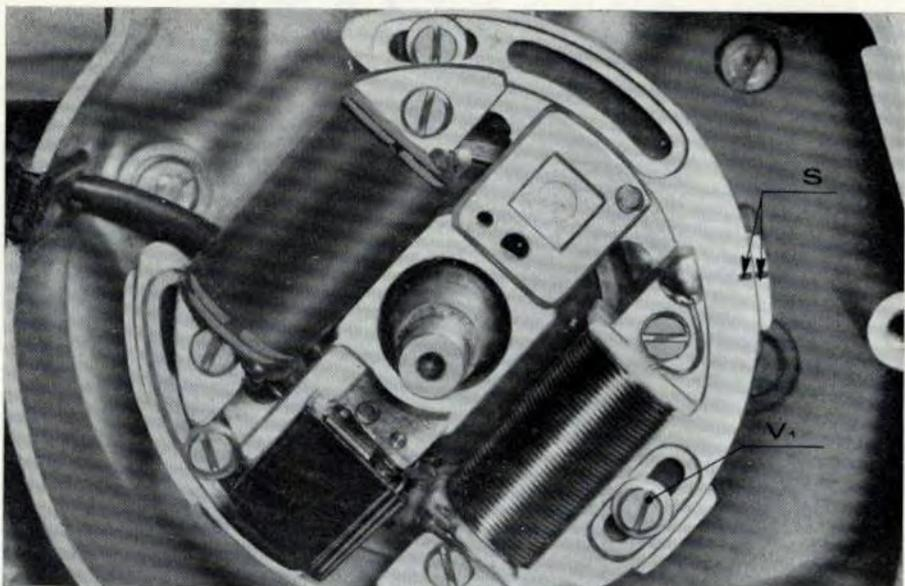

Fig. 3 - Segni di riscontro tra la bassetta portabobine ed il carter motore (Garelli)
6. Fig. 3 - 3a - Praticare i segni di riscontro « S » tra la bassetta portabobine ed il carter per facilitare la fasatura durante il rimontaggio. Rimuovere la bassetta del carter svitando le viti V1.
- b) montare la basetta portabobine avendo cura di far coincidere i contrasegni S precedentemente fatti in fase di smontaggio (vedi fig. 3) e serrare a fondo le viti di fissaggio.